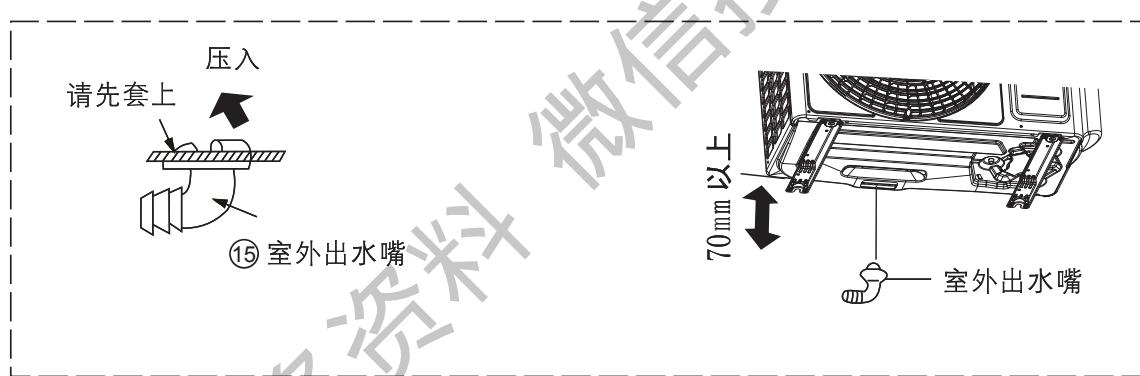

图 28
- 2 请将机体在安装后，按图28所示将附件 ⑮ 室外出水嘴安装在出水孔中。